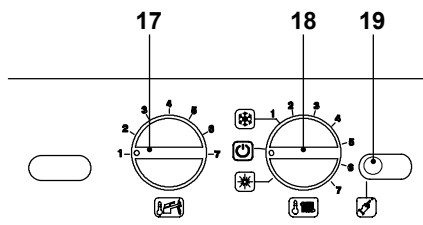

Figura 5.84
- Per uscire dalla programmazione posizionare il selettore di funzione / manopola regolazione temperatura 18 come indicato in Figura 5.84.